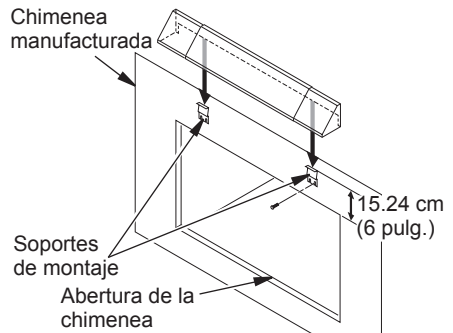

Figura 12 - Instalación de la cubierta arriba de la abertura de una chimenea manufacturada
2. Sujete con cinta el soporte de montaje en la cavidad de la chimenea. Compruebe que la parte de arriba del soporte esté a 15.2 cm (6 pulg.) sobre la abertura de la chimenea (consulte la figura 12).
5. Utilice los tornillos autorroscantes para sujetar los soportes en la cavidad de la chimenea (consulte la figura 12, en la página 7).
6. Deslice la cubierta sobre los soportes de montaje (consulte la figura 12, página 7).